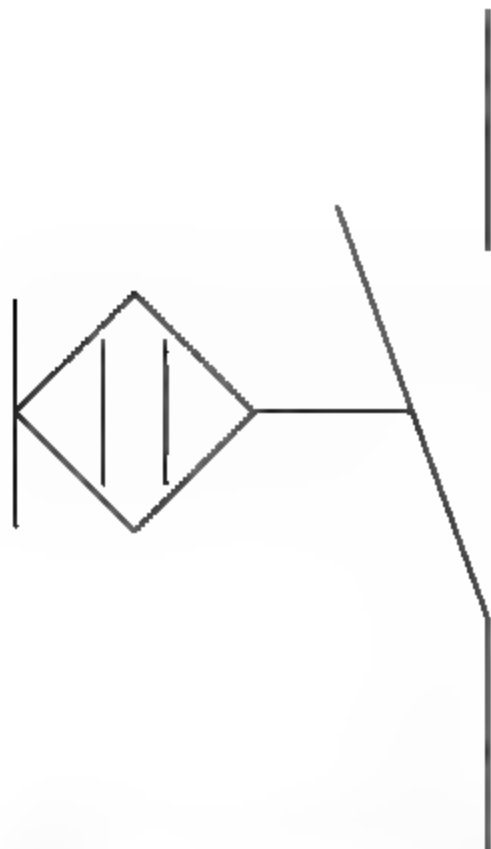

图5-62 打开素材
**01** 单击快速访问工具栏中的【打开】按钮,打开本书配备资源中的“素材\第5章\5-5 标注敏感开关图形.dwg”文件,如图5-62所示。